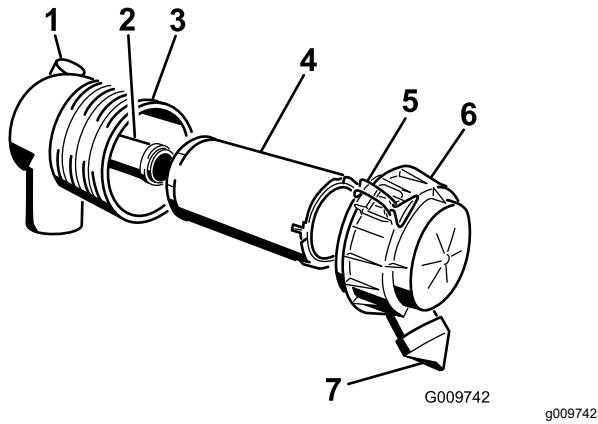

Bild 61
1. Schieben Sie den Hauptfilter vorsichtig aus dem Luftfiltergehäuse heraus (Bild 61).
4. Wenn Sie den Sicherheitsfilter auswechseln, schieben Sie den neuen Filter vorsichtig in das Filtergehäuse (Bild 61).
6. Bringen Sie die Luftfilterabdeckung so an, dass die Seite mit UP nach oben zeigt, und rasten Sie die Riegel ein (Bild 61).